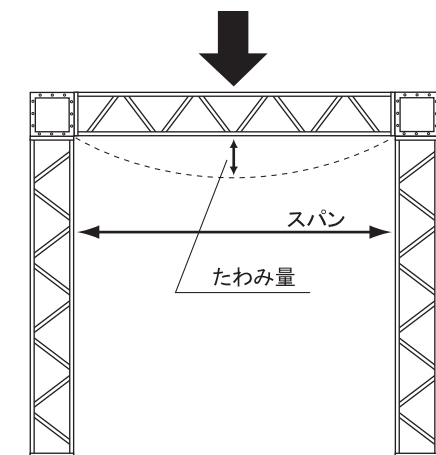

図1. 角トラスと角トラスの連結
- ① 門型等の転倒の危険がある組立のときは、ワイヤーを張る等の転倒防止のための対策を行ってください。
- ② トラスを連結して使用するときは、スパンが10800mm以下になるようにしてください。
- ③ トラスの連結は、図1のように行ってください。